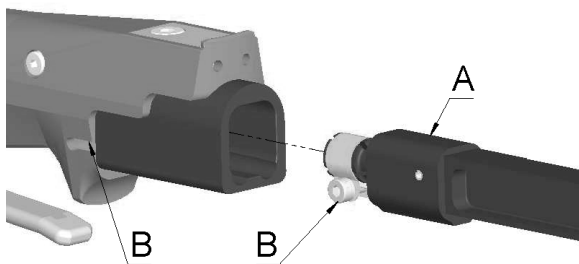

Abb. 5 Klingenhalter montieren Gerät EFA-RZ100
1. Klingenhalter (Pos. A Abb.5) bis auf Anschlag in das Gerät stecken. Achtung: Bei diesem Vorgang muß die Schraube (Pos. B Abb.5) gelöst sein.
2. Schraube (Pos. B Abb.5) mit mitgeliefertem Drehmomentschlüssel 3 Nm anziehen.